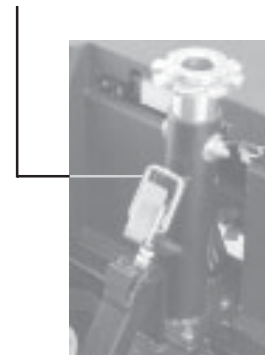

Abbildung 17B. Kniehebelverschluss gesichert.
3. Kniehebelverschlussbügel über Kniehebelverschluss positionieren. Siehe Abb. 17B.